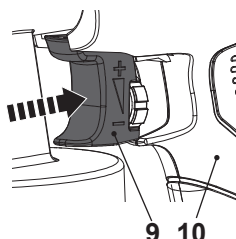

Fig. 9
- > Apriete el gatillo del interruptor (9) y sujételo contra el mango (10) para encender el producto. Manténgalo apretado durante el funcionamiento (Fig. 9).
- > Suelte el gatillo del interruptor (9) para apagar el producto.